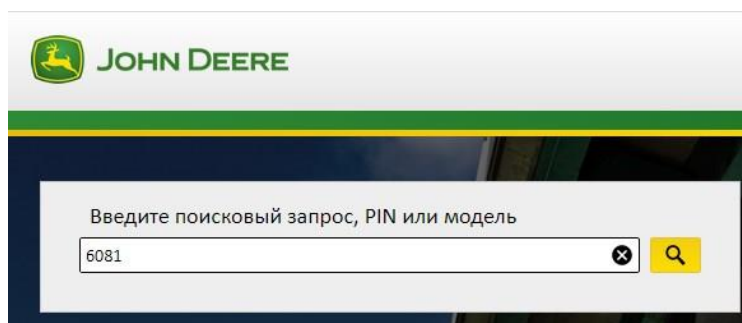

Рисунок 36 – Строка поиска необходимой модели двигателя
– в открывшей поисковой строке ввести соответствующую модель двигателя (рисунок 36);